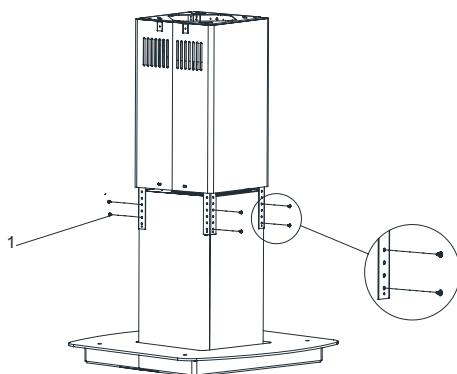

Fig. 9
1. ➤ Ta bort den ena 3,5x9,5-skraven som håller fast skorstenen (Fig. 9).